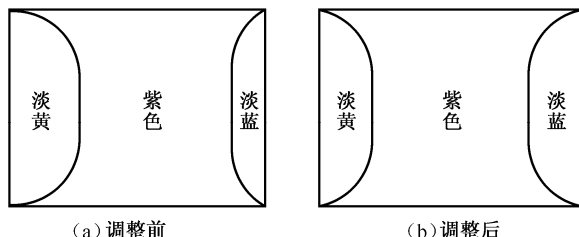

图 2-19 色纯度调整图案
2) 关机后松开偏转线圈紧固螺钉，将显像管座板 G-Y 输入插头拔去，再开机将偏转线圈向后慢慢拉出，这时可看到屏幕中部出现紫色的宽带，屏幕两侧为椭圆形的淡黄、淡蓝部分，如图 2-19 (a) 所示。
3) 转动色纯度调整磁环，使两侧淡黄、淡蓝部分面积相等对称，如图 2-19 (b) 所示。